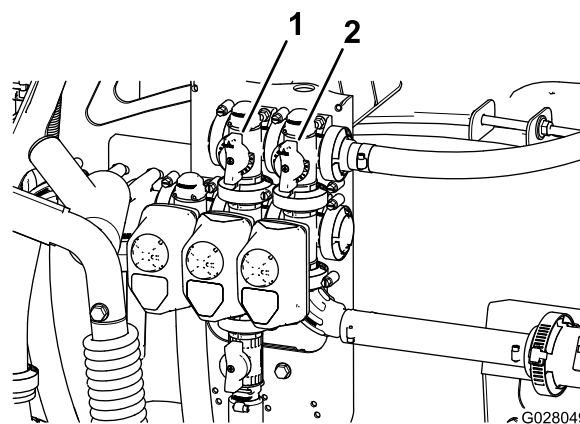

Figura 24
11. Ajuste a válvula de derivação de agitação (Figura 24) na parte posterior da válvula de
9. Ajuste o manípulo de derivação principal das secções para controlar a quantidade de agitação que ocorre no depósito (Figura 24)